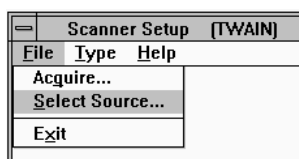

Figura 13: Configuración del escáner
5. Seleccione 'Select Source' (seleccionar fuente). Véase figura 13.